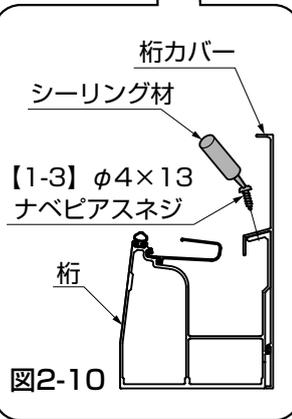

図2-10
- ①柱にアンカー棒を差込み柱を建込んでください。
- ②柱に桁を【5-1】で取付けてください。
- ③桁に桁カバーを【1-3】で取付けてください。(図2-10参照)
- ④柱の見やすい位置に雪下ろしシールを貼付けてください。